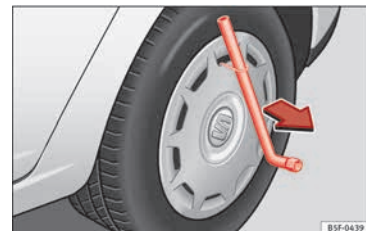

Abb. 66 Radvollblende abziehen.
- Radschlüssel durch den Drahtbügel schieben » **Abb. 66** und die Radvollblende in Pfeilrichtung abziehen.